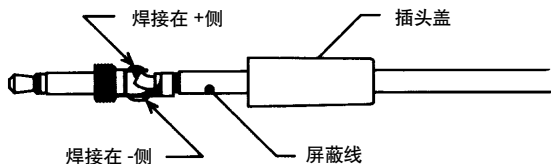

图 10: 屏蔽线连接图
1. 准备一条镀层单芯屏蔽线并将它焊接到连接的记录仪输出插头上，如图10所示。将另一条屏蔽线连接到观测设备的输入接口。